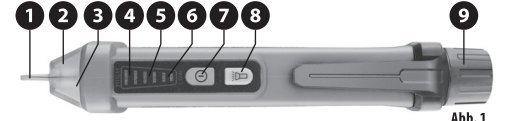

Abb. 1
- Verwenden Sie dieses Gerät nicht, wenn der Indikator der Stromversorgung nicht leuchtet, d.h. wenn die Taste in Abb. 1, Position 7 nicht leuchtet.
Einschalten: Drücken Sie die Taste für An- und Ausschalten (Abb. 1, Position 7) für eine Zeit von mehr als 1sec. Die Taste muss erleuchten. Wenn die Taste nicht erleuchtet, verwenden Sie das Gerät nicht und lassen Sie es reparieren.
Einschalten: Drücken Sie die Taste mit dem Symbol der Leuchte (Abb. 1, Position 8), wodurch die Leuchte angeschaltet wird.
Die Wechselspannungsdetektion funktioniert nach dem Prinzip der kontaktlosen Erkennung (NCV) ohne eine leitende Verbindung des Geräts mit dem getesteten Objekt. Bringen Sie das Gerät mit der Testsonde (Abb. 1, Position 1) an das getestete Objekt an, wenn dies nicht möglich sein sollte, in die größtmögliche Nähe des getesteten Objekts. Wenn das Gerät eine Spannung im getesteten Objekt erkennt, so wird der Kopf der Lichtsignalisation (Abb. 1, Position 2) rot blinken, wobei sie von einem unterbrochenen Ton mit verschiedener Frequenz begleitet wird. Die Intensität des Signals (hoch, mittel, niedrig) wird mithilfe der Indikatoren der Intensität des Signals angezeigt, s. Abb. 1, Position 4; 5; 6. Wird die Testsonde (Abb. 1, Position 1) zum Beispiel direkt an die Isolation eines Leiters mit einer Spannung von 230 V ~ 50 Hz (Phase „L“) gelegt, erleuchtet ein unterbrochenes Warnlicht der höchsten Frequenz der Lichtsignalisation (Abb. 1, Position 2) und ertönt ein Ton der höchsten Frequenz und gleichzeitig leuchten alle Indikatoren der Intensität des Signals auf, wobei die Indikatoren einer großen Intensität des Signals (Abb. 1, Position 4) rot und die weiteren Indikatoren gelb leuchten. Wenn die Testsonde des Geräts von dem gleichen Leiter nur um 1 cm entfernt ist, senkt sich die Frequenz der Ton- und Lichtsignalisation, und es werden die Indikatoren einer mittleren Intensität des Signals leuchten (Abb. 1, Position 5). In einer Entfernung von 1,5 cm von dem gleichen Leiter wird die Frequenz der Ton- und Licht-Warnsignalisation noch niedriger als im vorigen Fall sein und es werden die Indikatoren einer kleinen Intensität des Signals leuchten (Abb. 1, Position 6). **In einer Entfernung von 4 cm von dem gleichen Leiter wird das Gerät keine Ton- und Lichtwarnsignale geben, d.h. als wenn der untersuchte Leiter nicht unter Spannung stünde. Aus den angeführten Beispielen folgen Beschränkungen, die die Messergebnisse verzerren können, z.B. die Entfernung des Leiters von der Sonde des Geräts in der Mauer, die Abschirmung des Leiters von seiner Umgebung usw. Wenn der Leiter unter Spannung zum Beispiel tiefer im Mauerwerk ist und das Messgerät kein Warnsignal gibt, so bedeutet dies noch nicht, dass der Leiter nicht unter Spannung ist oder dass sich im Mauerwerk kein Leiter unter Spannung befindet.**